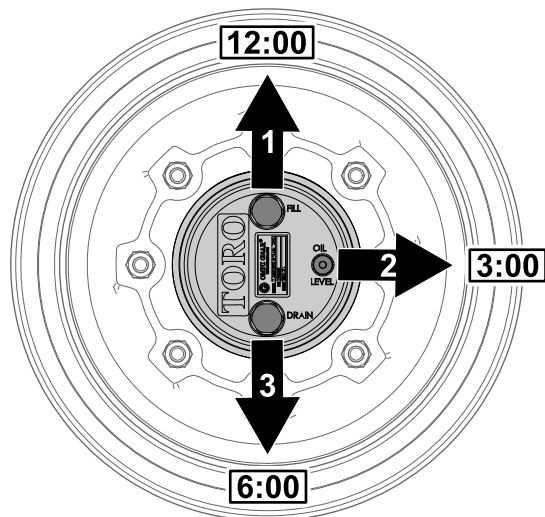

図 104
- 水平な床面で、補給プラグが時計の 12 時の位置、点検プラグが 3 時、ドレンプラグが 6 時の位置を指すように駐車する 図 104。
- 3 時の位置にある点検プラグを外す 図 104。
1. 水平な床面で、補給プラグが時計の 12 時の位置、点検プラグが 3 時、ドレンプラグが 6 時の位置を指すように駐車する 図 104 プラネタリギアオイルの点検 \(ページ 68\) を参照。